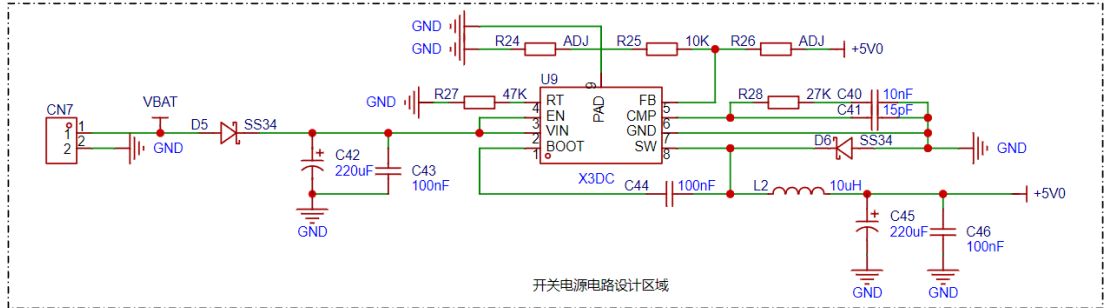

图 3 开关电源电路设计图
1、在开关电源电路设计区域内，使用给定的器件，完成图 3 所示的原理图电路绘制。